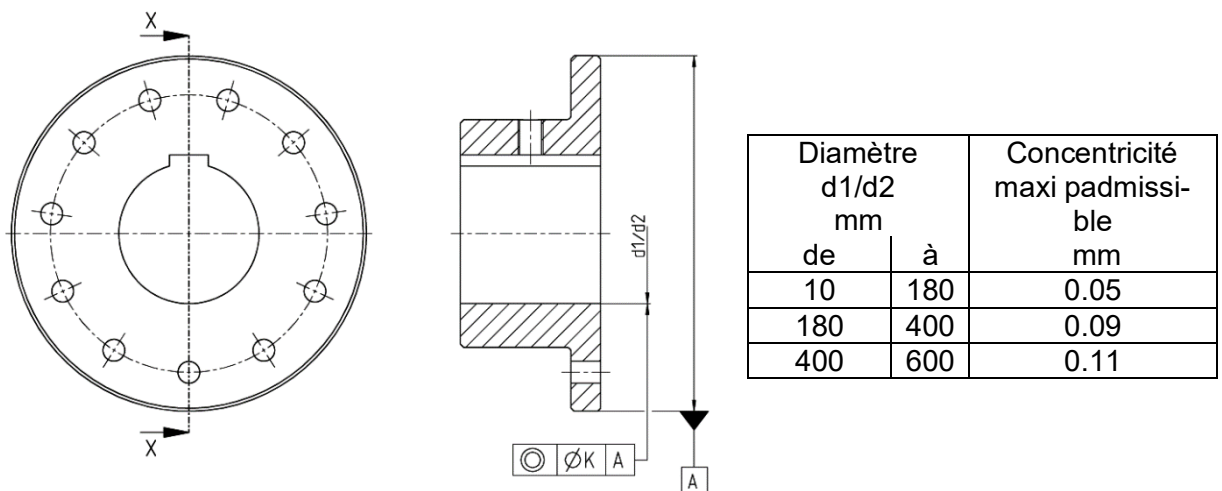

Figure 7.6: Tolérance de forme et de position de l'alésage et de la position de l'alésage claveté
- les tolérances de forme et de position selon DIN ISO 286 soient respectées (voir figure 7.6).
Si le moyeu doit être conçu avec une rainure de clavette, celle-ci doit de préférence être introduite entre les clavettes comme sur la figure 7.6. La conception et le contrôle de la connexion de la rainure de clavette incombent à l'opérateur et relèvent de sa responsabilité.